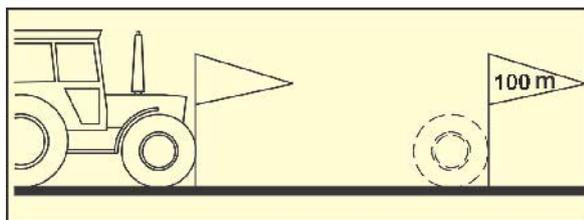

Fig. 10
- Sur le champ, mesurez une distance de 100 m. Repérez le départ et l'arrivée (Fig. 10).